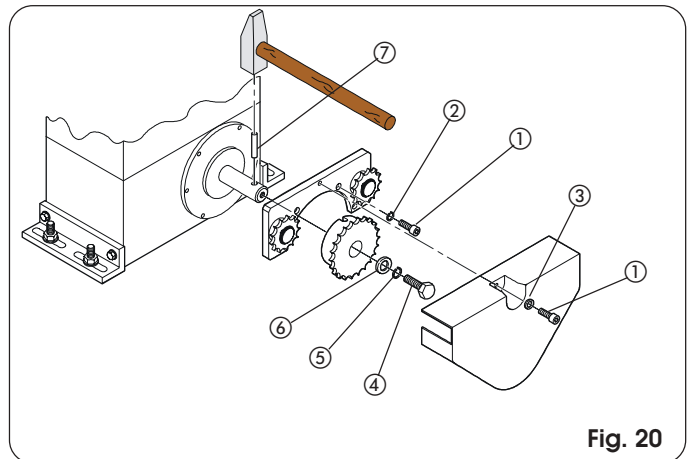
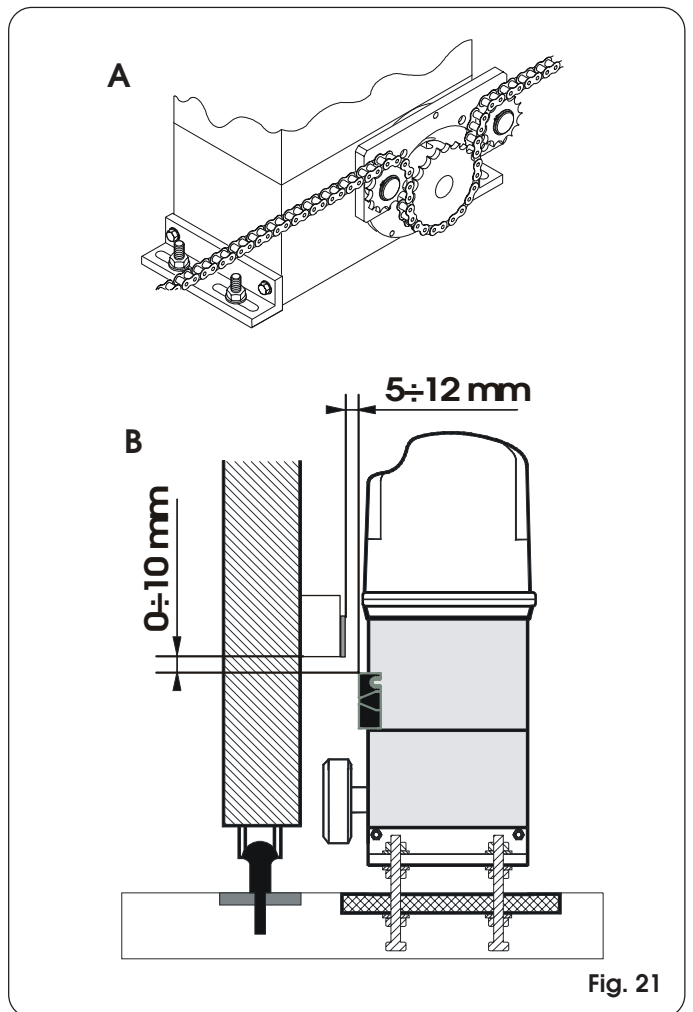

Fig. 20
Fig. 21
- 1) Introduzca la clavija elástica ⑦ en el árbol utilizando un martillo.
- 2) Aplique en la brida del motorreductor la abrazadera de los reenvíos locos, utilizando los cuatro tornillos ① (M5 x 12) y sus arandelas ② incluidas en el kit, tal y como se indica en la Fig.20.
- 3) Aplique el piñón de cadena sobre el árbol haciendo coincidir los alojamientos del piñón sobre la clavija elástica y apriete el tornillo "4" y sus arandelas ⑤ y ⑥.
- 4) Pase la cadena como se indica en la Fig.21 ref. A y monte el cárter de cobertura con el tornillo ① y la arandela ③ de la Fig.20.
- 5) Para los operadores con final de carrera MLS, prever los soportes para la colocación de los imanes suministrados en dotación respetando las cotas indicadas en la fig. 21 ref.B.